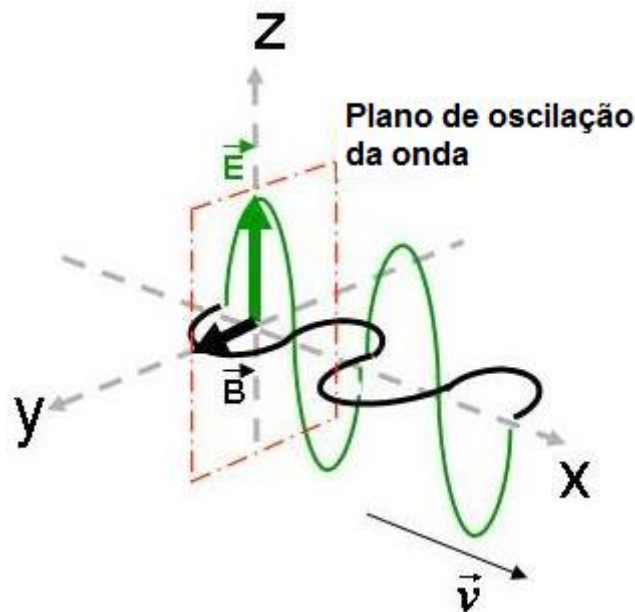

Figura 7 – Onda eletromagnética
- Ondas eletromagnéticas consistem de campo elétrico (E) e campo magnético (H).
- Onda eletromagnética é uma combinação de um campo elétrico e um campo magnético, onde esses campos se propagam em uma mesma direção, porém em planos ortogonais. É de conhecimento que uma variação no campo magnético induz um campo elétrico e vice-versa, portanto numa onda eletromagnética o campo elétrico é gerado pelo campo magnético que por sua vez é gerado pelo campo elétrico, ambos se nutrindo num arranjo perfeito, veja a figura 7.
velocidade v . Isso nos permite classificar a onda eletromagnética como onda transversal. A figura 7 mostra a disposição dos campos elétricos e magnéticos de uma onda eletromagnética, e a direção e o sentido de sua propagação.